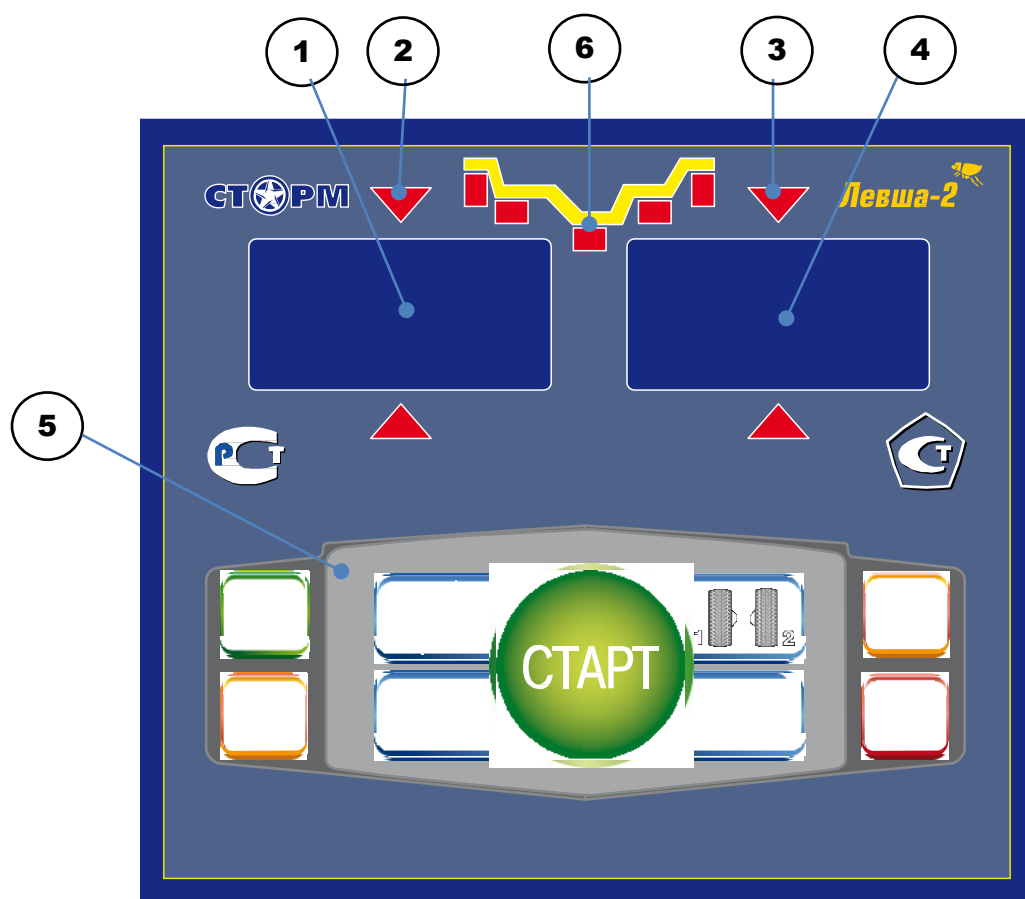

рис.8.1.
8.1. Общий вид лицевой панели показан на рис. 8.1.
При выдвижении штанги на индикаторах 1 (рис. 8.1) отображается значение параметра "А". Значение параметра "d" отображается на индикаторах 4.
Для ввода ширины нажмите кнопку "+" или "-" на индикаторах 1 (рис. 8.1) высветится "-b-", а на индикаторах 4 значение ширины диска. Через 2-3 сек после установки ширины индикаторы в режим отображения текущего дисбаланса.
Дважды нажать кнопку "A, d, b", после чего на индикаторах 1 (рис. 8.1) загорается символ "А", а на индикаторах 4 исходная величина дистанции. Нажимая кнопки "-" и "+" установить на индикаторах 4 требуемую величину дистанции. Через 2-3 сек после установки дистанции показания на индикаторах 1 и 4 возвращаются к отображению текущего дисбаланса, а кнопки "-" и "+" возвращаются в режим ввода ширины обода.
11.1. Переключение схем ALU1-ALU5 осуществляется последовательным нажатием кнопки "ALU" при этом схема установки грузов отображается загоранием соответствующих светодиодов 6 (рис.8.1), кроме того, на индикаторах 1 отображаются символы ALU, а на индикаторах 4 номер 1-5. Через 2-3 сек. после установки требуемой программы ALU индикаторы 1-4 переходят в режим отображения дисбаланса.
Эта функция обеспечивается тем, что каждый раз при вводе новых геометрических параметров и установке требуемой программы ALU, предыдущее состояние запоминается. Для перехода от одного набора параметров к другому необходимо нажать кнопку "1-2". Визуальный контроль того, какие параметры установлены в данный момент, осуществляется нажатием "A,d,b" на индикаторах 4 (рис.8.1) будут последовательно отображены, установленные в данный момент диаметр и ширина обода и дистанция.
13.1. При включении тумблера питания СБ на индикаторах 1 (рис. 8.1) высвечивается трёхзначное число -номер версии программного обеспечения. Через 2-3 сек на индикаторах 1 и 4 должны загореться нули, кроме того должны загореться светодиоды 6, что свидетельствует о включении режима стандартной балансировки с установкой на обеих плоскостях коррекции грузиков на пружинках. На светодиодах 2 и 3 (рис. 8.1) должны загореться оба светодиода.
13.2. При включении СБ программа измерения дисбаланса настраивается таким образом, что дисбаланс менее 8 г (заводская установка) на любой плоскости коррекции не показывается, в этом случае на индикаторах 1 и 4 (рис. 8.1) высвечиваются "0". Минимальный дисбаланс отображающийся на индикаторах 1 и 4 равен 8г. Дисбаланс, превышающий 8г, округляется до величины кратной 5, т. е. дисбаланс 9, 10, 11 и 12 г отображается цифрой 10, дисбаланс 13, 14,15, 16 и 17 г - цифрой 15 и т. д. Для просмотра неокруглённого значения дисбаланса или дисбаланса менее 8г. необходимо нажать кнопку "<", при этом на индикаторах 1 и 4 на 2-3 сек высвечиваются фактические значения дисбаланса, определённые в данном запуске.
13.5.1. Поднимите защитный кожух. Вручную поворачивайте колесо в направлении, которое показывают светодиоды 2 и 3 (рис. 8.1.) до тех пор, пока не загорятся оба светодиода и начнут мигать вместе с значением массы корректирующих грузов.
14.2.1. Войти в программу калибровки СБ, для чего нажать и удерживать кнопку "С". На индикаторах 1 и 4 (рис.8.1), появятся мигающие символы "CAL". После звукового сигнала символы "CAL" загорятся постоянно.